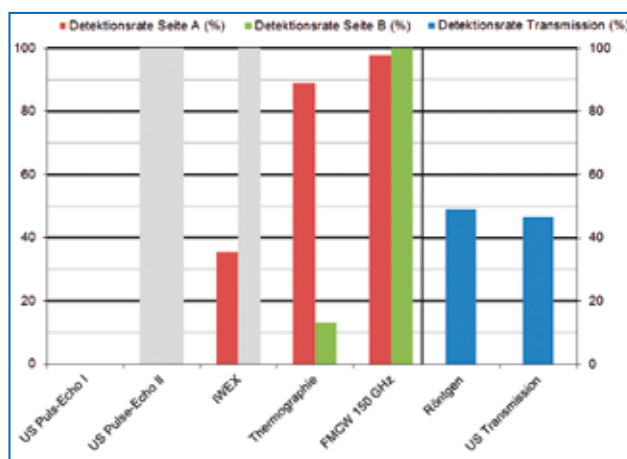

Bild 5: Detektionsrate der verschiedenen Prüfverfahren für das A-Sandwich mit Wabenstruktur und 45 eingebrachten Defekten.
Ein zweites experimentelles Verfahren (SLT Setup) erlaubt es, Defekte an Brettschichtholzbalken beliebiger Höhe und Länge zu erkennen, und zwar separat für jede einzelne Klebschicht. Dabei bildeten Transmitter und Empfänger eine Einheit und tasteten das Objekt entlang der Länge und Höhe ab, sodass einzelne Klebfugen in Schräglage durchschallt wurden (Abb. 5). Für diese zweite Methode wurde ein Patent eingereicht [18].
Abb. 5: ACU Abbildung in Schräglage (SLT). Die Fehlerkarte in der Mitte des Bildes erkennt eindeutig die Fehlverklebung D in der Klebschicht B2. Die gemessenen Wellenformen an verklebten (GP) und delaminierten Stellen (DP) sind im Bild unten dargestellt.
Die Detektionsrate der 45 eingebrachten Defekte bezüglich der jeweiligen Messung von der Vorderseite A (rot) wie auch von der Rückseite B (grün) ist in Bild 5 dargestellt. Die grauen Balken zeigen an, dass hier keine Messungen durchgeführt wurden, da dies wegen der geringen Erfolgsaussichten als nicht sinnvoll angesehen wurde. Die Prüfung mit FMCW-THz-Technik zeigt hier im Vergleich zu den anderen Verfahren für beide Seiten sehr gute Ergebnisse.